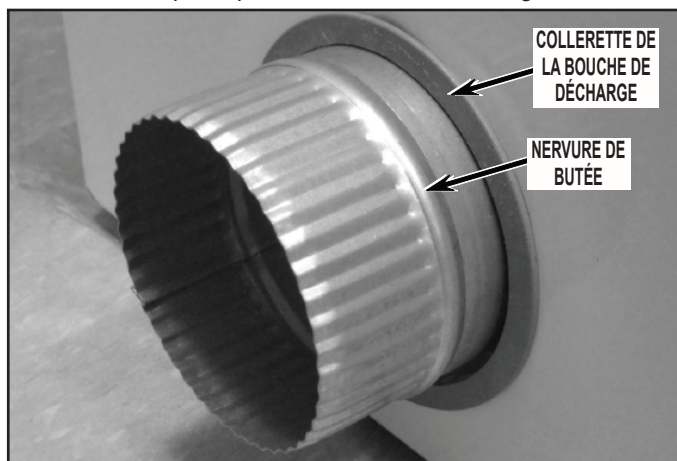

FIGURE 30
- Depuis l'extérieur de la sècheuse, installer la collerette de la bouche de décharge (fournie avec l'ensemble) – enfiler la collerette sur le tube de conduit de décharge et provoquer la mise en place par emboîtement; voir la *Figure 30*.